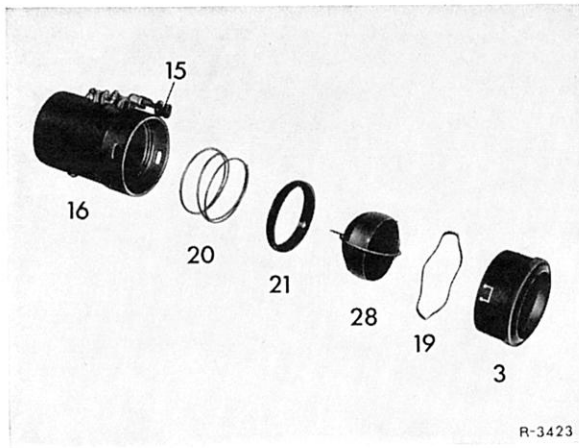

Bild 83—1/6
5 Ringdüse in die Instrumententafel so einfahren, daß der Ansatz (17) an der Ringdüse in die Nut (18) an der Instrumententafel eingreift (Bild 83—1/7).
6 Federring (19) an der Hinterseite der Instrumententafel auf die Ringdüse schieben (Bild 83—1/6).